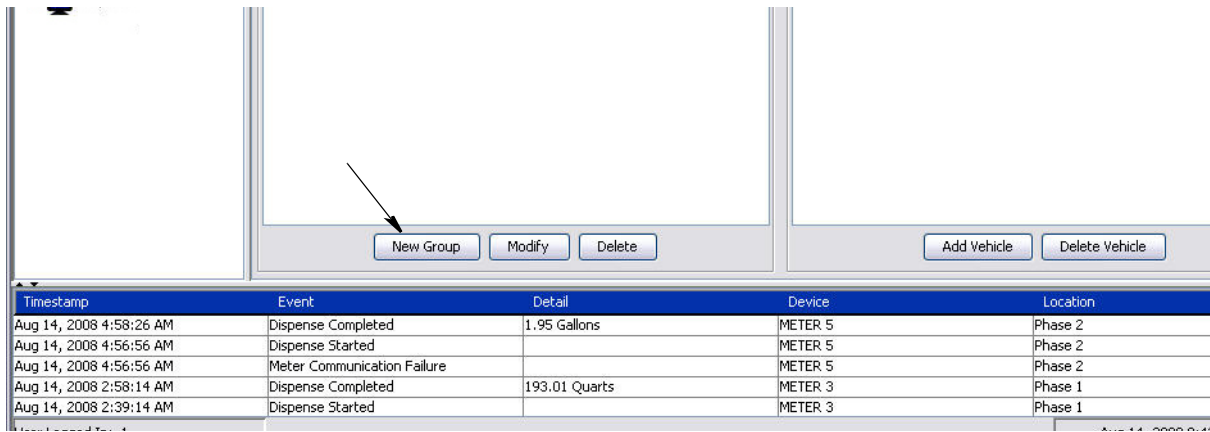

FIG. 151
- Para crear un nuevo Grupo de vehículos, haga clic en el botón Nuevo grupo (FIG. 151).